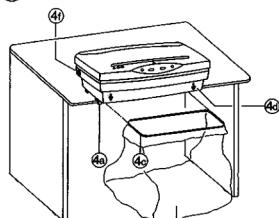

Рис. 4
**Модели KOBRA 385 S4 E/S и KOBRA 385 SS4 E/S в настольном исполнении (рис.4)**